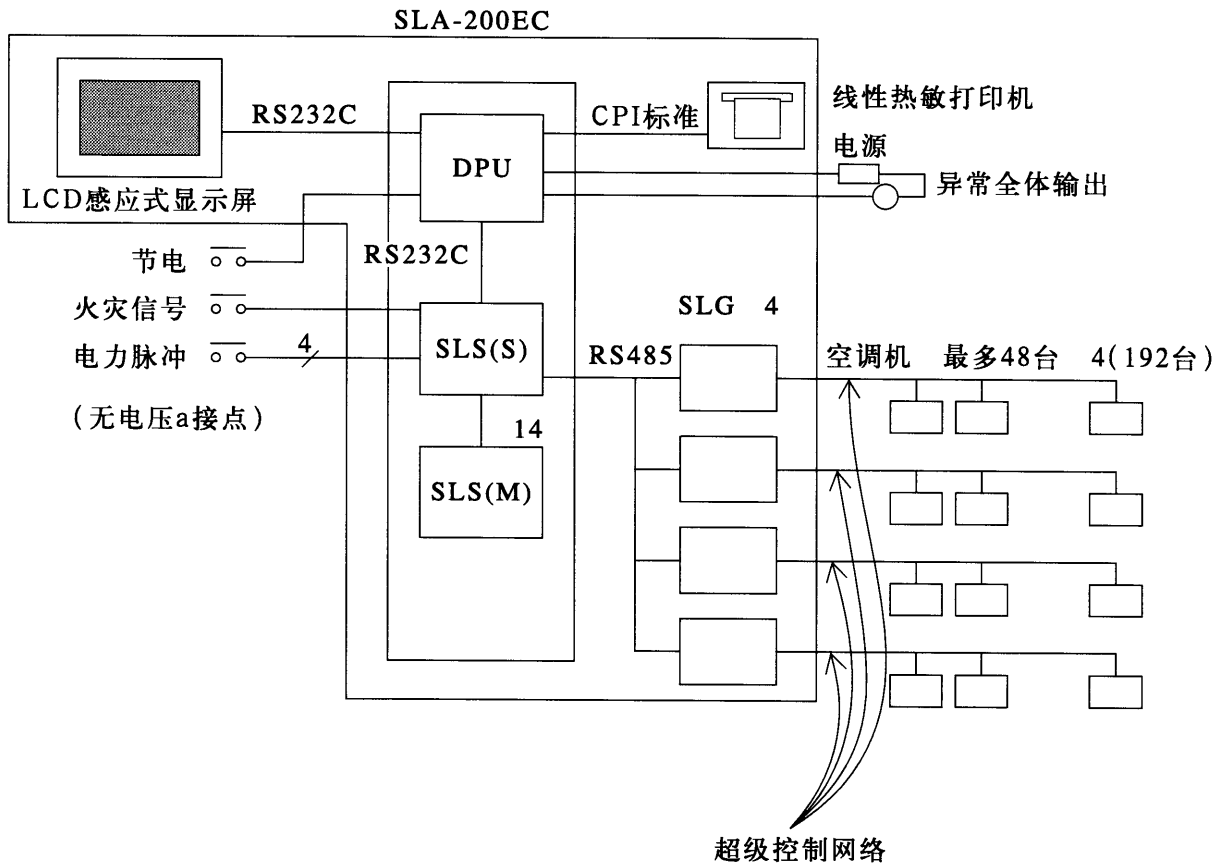

图 1.2 系统构成图
(3) 即使混接有 1 台 5、8、10 马力的 GHP 室外机时，则如图 1.2 所示的空调机最多安装台数将从 48 台变为 44 台；此外，还有下表所示的台数限制。